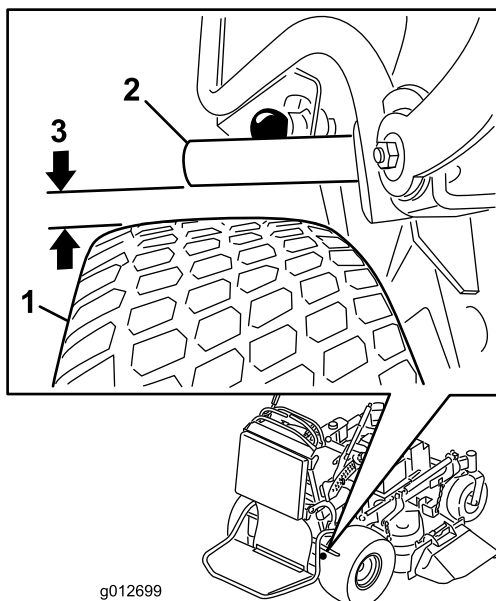

Figura 61
4. Con el freno quitado, mida la distancia entre la barra de freno y el neumático. La distancia debe ser de 5 a 8 mm (Figura 61). Si es necesario ajustarlo, consulte Ajuste del freno de estacionamiento.
5. Ajuste la horquilla. La distancia entre la barra de freno y el neumático debe ser de 3/16 a 5/16 pulgada (5 a 8 mm). Para apretar el freno, gire la horquilla hacia arriba. Para aflojar el freno, gire la horquilla hacia abajo (Figura 61).